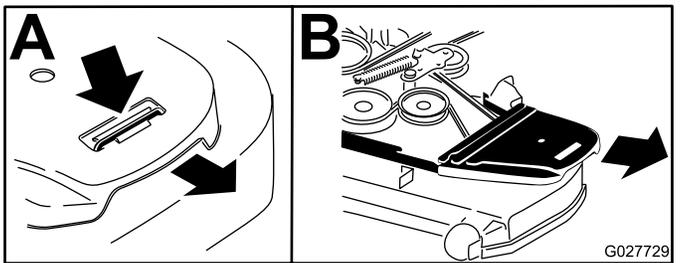

Figura 61
4. Retire las cubiertas de la correa (Figura 61).